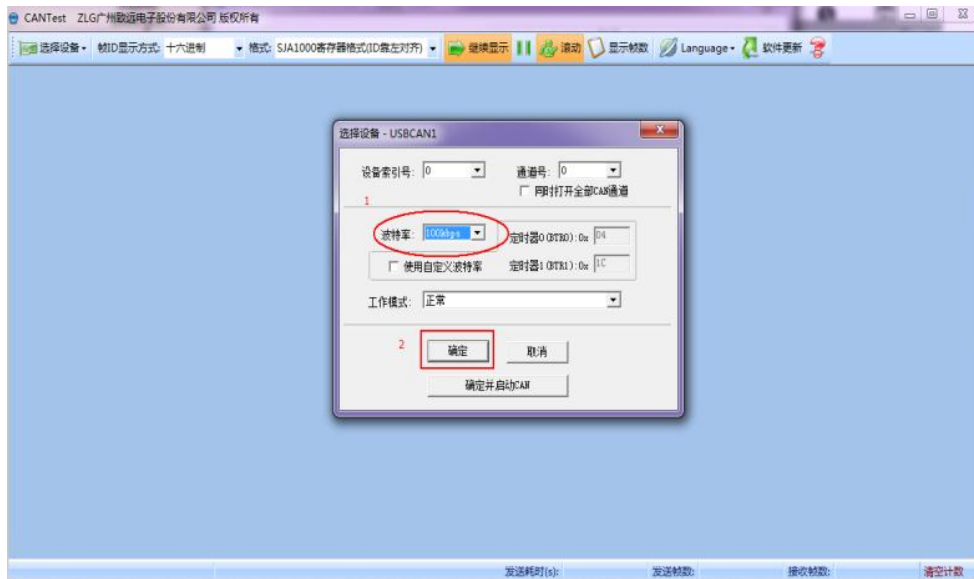
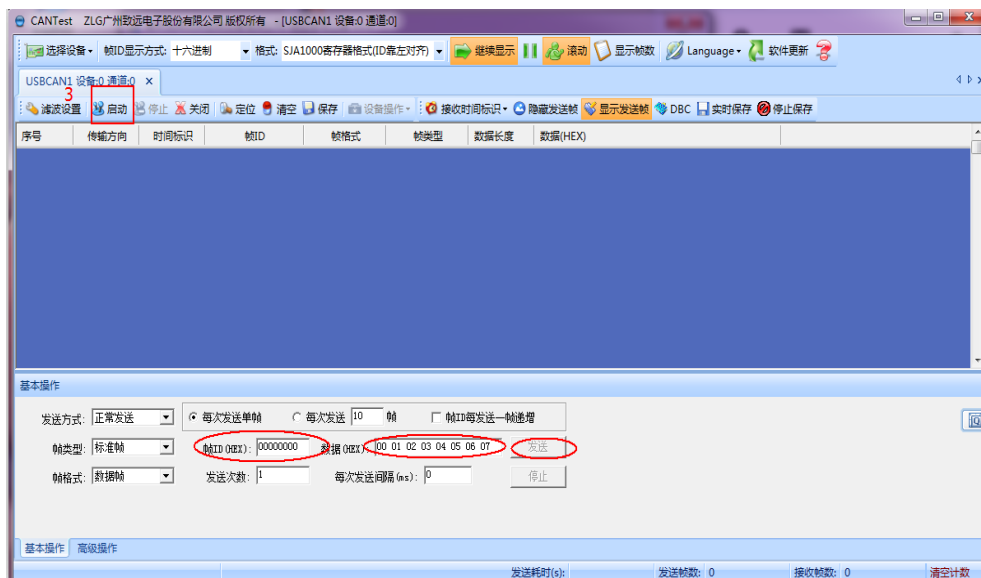

图 21
图 22
- (1) CAN 通讯使用的调试工具：CANTest，开始界面如图 21，本说明书使用的是 CANTest\_Setup\_V2.23.exe 版本。
打开 CAN 调试工具之后会有上图 21 的界面，第 1 步选择波特率，其他的选项一般不变，第 2 步点击“确认”到下图 22。
第 3 步，点击“启动”之后就可以输入命令运行，也可以在图 21 中第 2 步点击“确认并启动 CAN”，这样就不需要再点击“启动”了，可直接输入命令运行。输入“帧 ID”（地址）和“数据”，再点击“发送”，例如输入命令 0x4a 查询电机状态，图 23 所示，